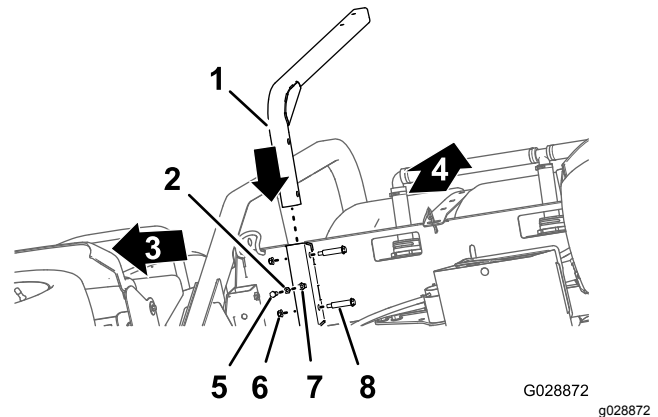

Figura 35
1. Alinee el tubo de sujeción del depósito de agua limpia con la ranura del soporte del depósito (Figura 35).
2. Alinee los taladros del tubo de sujeción con los taladros de la ranura (Figura 35).
3. Sujete el tubo a la ranura (**Figura 35**) con los 2 pernos de cuello largo y las 2 contratuercas ($\frac{3}{8}$ ").
4. Enrosque la contratuerca ($\frac{3}{8}$ ") en el perno ($\frac{3}{8}$ " x 1"); consulte **Figura 35**.
5. Enrosque el perno y la contratuerca en la tuerca soldada de la parte inferior de la ranura del soporte del depósito, y apriete el perno y la contratuerca (**Figura 35**).